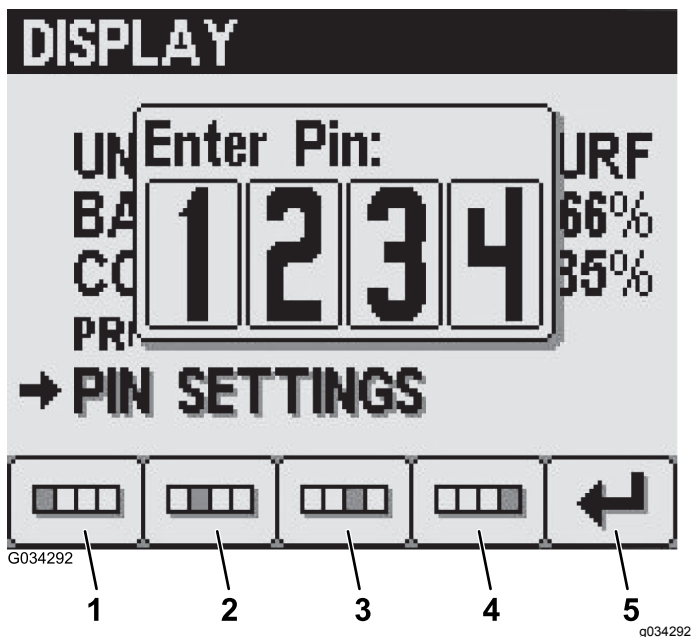

Figura 24
3. Prima os botões 1 a 4 para introduzir o seu código PIN. Quando terminar a introdução do PIN, prima o botão 5 (Figura 24).
4. No ecrã de introdução do PIN antigo, prima os botões 1 a 4 para introduzir o seu antigo código PIN e prima o botão 5 quando concluir o PIN (Figura 24).